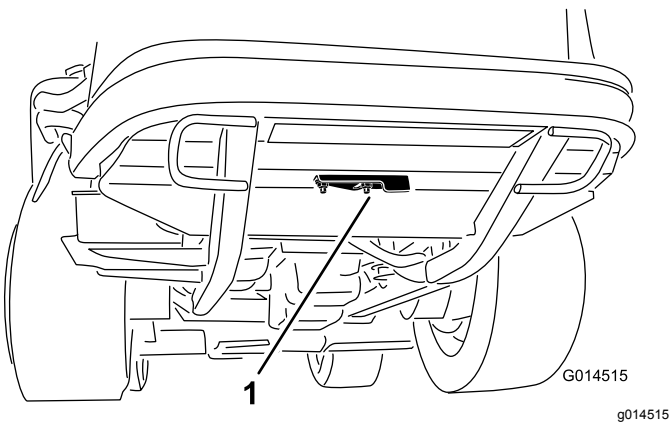

Figure 60
2. Desserrez l'écrou à embase qui fixe le couvercle de nettoyage à la face inférieure du cadre arrière (Figure 60). Faites pivoter le couvercle sur le côté pour exposer le trou de nettoyage dans le cadre.